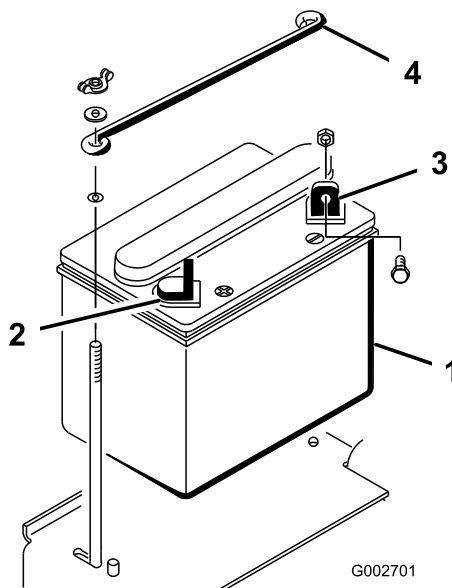

図 4
- マイナス端子を車体後方に向けてバッテリーを車体に載せる (図 4)。